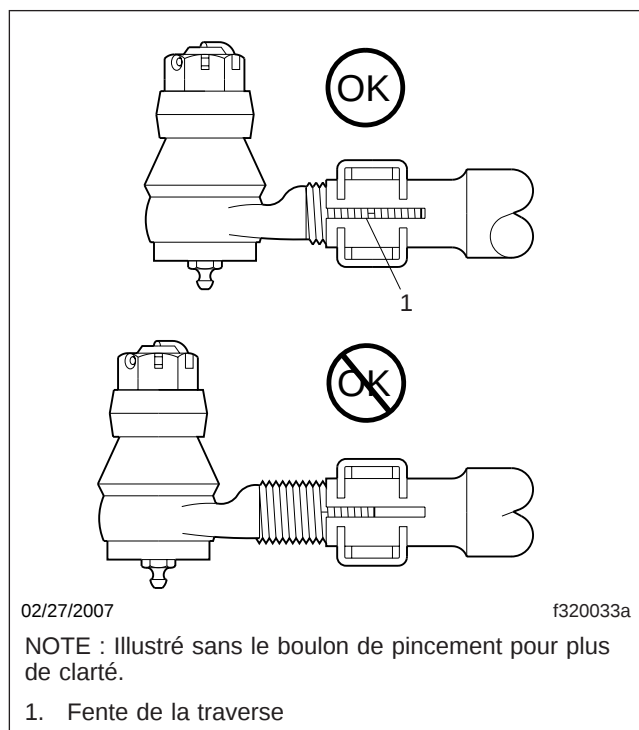

Fig. 4, Ajustement de l'embout de biellette de direction
4. La portion filetée du bloc d'embouts doit être insérée entièrement dans la fente de la traverse pour une fixation adéquate; voir la **figure 4**. Si c'est impossible, remplacez les composants; reportez-vous au **groupe 33** du manuel d'atelier du véhicule (en anglais).